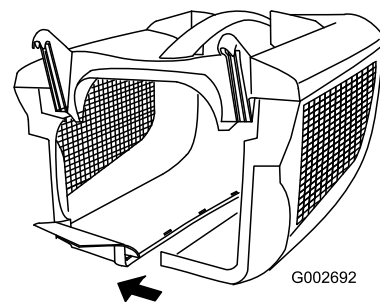

Figura 9
3. Empezando por detrás, alinee las restantes pestañas/ranuras de los laterales y engánchelas presionando (Figura 9).